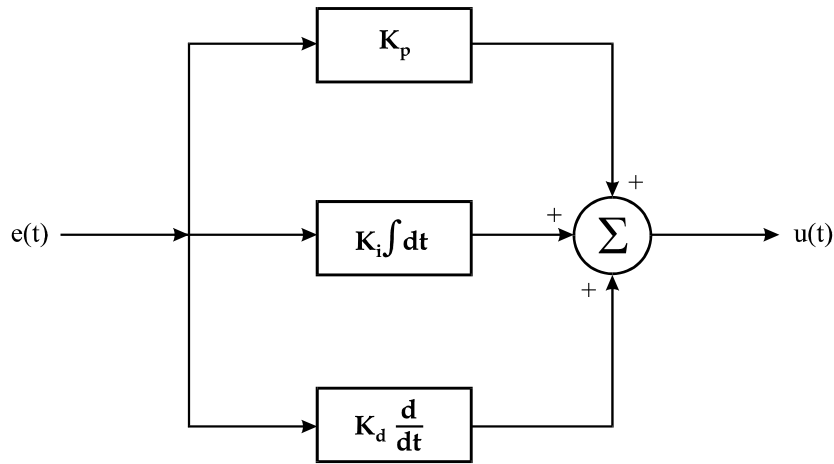

Figura 1. Diagrama bloque del Controlador de tres Términos.
Donde K_p es conocida como la ganancia proporcional, k_i es la ganancia integral y k_d es la ganancia de derivada. El primer término en la Ecuación (1) es el bloque proporcional del controlador, el segundo término es el bloque integral y el tercero es el bloque de derivada. Un diagrama bloque de una implementación básica es mostrado en la figura 1.